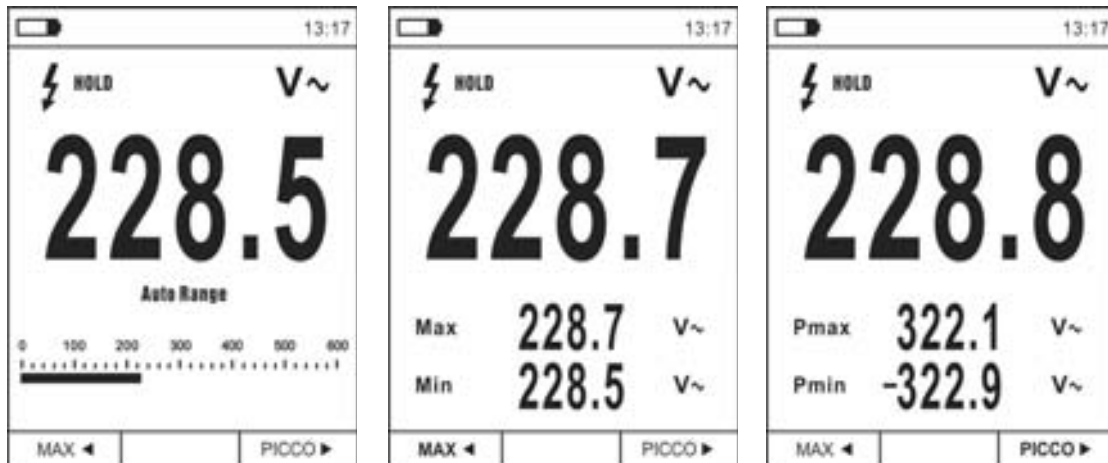

Fig. 9: Misura MAX/MIN e PICCO
1. Premere il tasto **MAX** ◀ per entrare nella misura dei valori MAX e MIN della grandezza in esame (vedere Fig. 9 – parte centrale). I simboli “MAX” e “MIN” sono mostrati a display
6. Premere il tasto **PICCO** ▶ per entrare nella misura dei valori di Picco della grandezza in esame (vedere Fig. 9 – parte destra). I simboli “Pmax” e “Pmin” sono mostrati a display e i valori sono aggiornati con le stesse modalità della funzione MAX/MIN